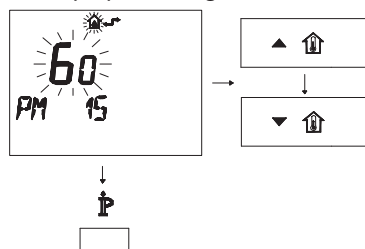

Figura 5.31
- Modifique el punto de consigna programado mediante los botones ▲ o ▼ hasta que aparezca un **punto de consigna de 60**; espere hasta que el número programado comience a parpadear (Figura 5.31)